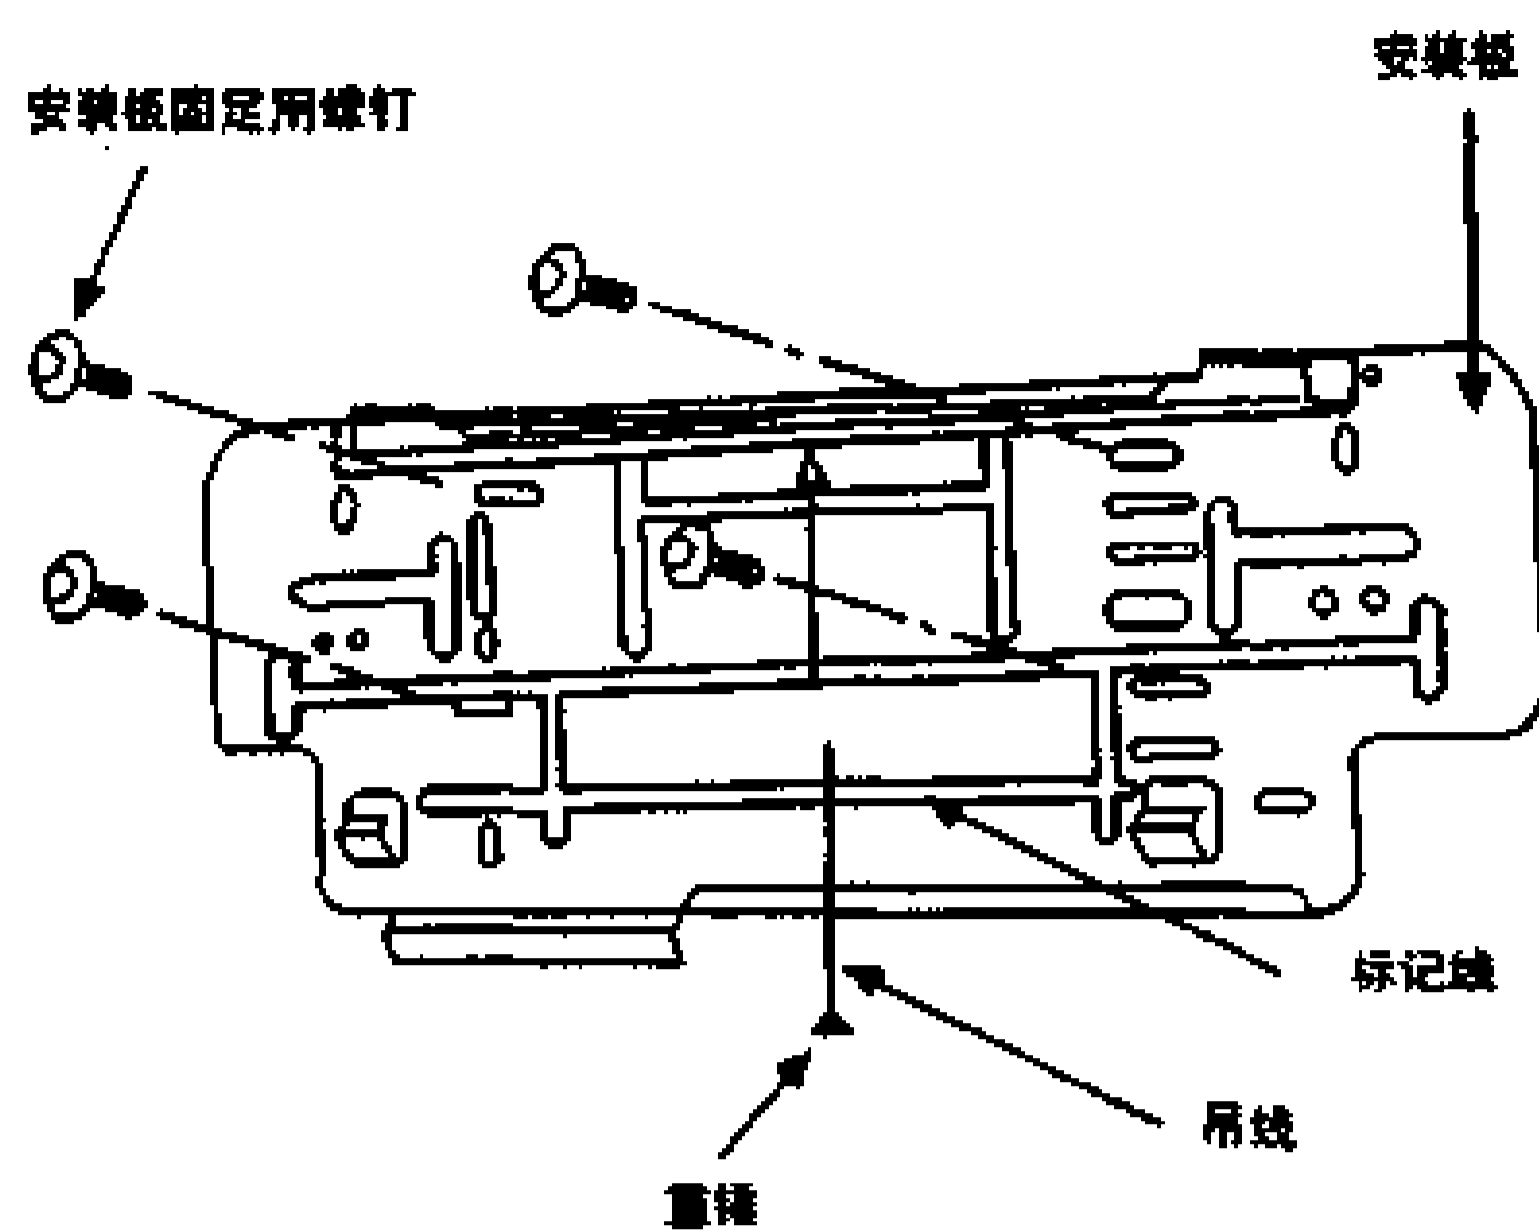

图 8-2-5
- (1) 用 4 个安装板固定用螺钉把安装板装到墙壁上，如图 8-2-5 所示。